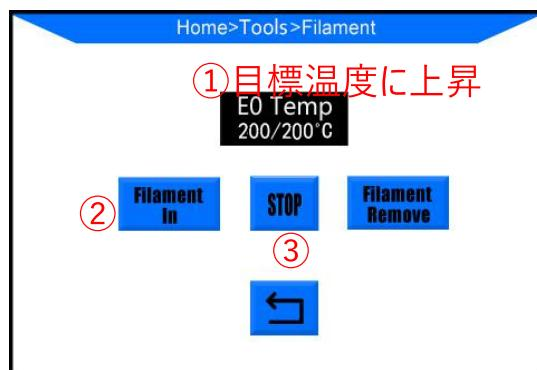

図 16
(4) プリントヘッドを一番左側にして、図16に示すように、温度が200°Cに上昇するともう一度 "Filament in" をクリックします。そして押出機がフィラメントをプリントヘッドに押し進めます。フィラメントはノズルから流れるまでに「停止」をクリックします。後はピンセットで残ったフィラメントを掃除します。